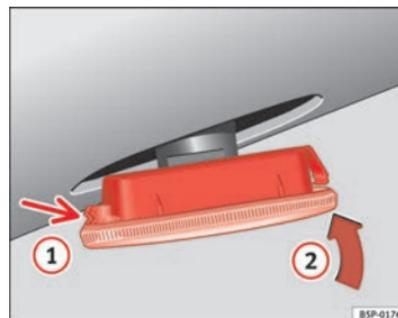

Fig. 150 Luzes indicadoras de mudança de direcção laterais
- Coloque o indicador de mudança de direcção em primeiro lugar no orifício da carroçaria, encaixando as patilhas ① ⇒ página 235, fig. 150, e em seguida, encaixe a lâmpada da forma indicada pela seta ② ⇒ página 235, fig. 150. ■